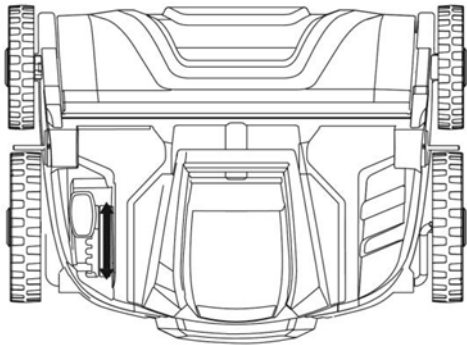

Abb.6.1
### Remplacement du rouleau (Fig. 6.1 - 6.5)
- Placez l'appareil côté moteur dans un endroit sec et desserrez l'écrou à oreilles en le tournant dans le sens inverse des aiguilles d'une montre pour ouvrir le loquet (Fig. 6.1 - 6.2).